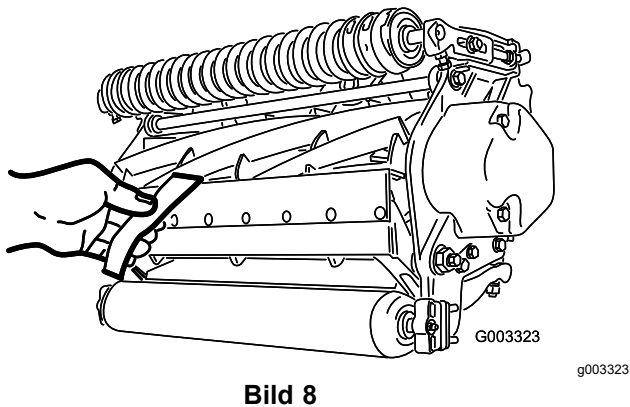

Bild 8
- B. Legen Sie einen langen Streifen des Schnittleistungspapiers (Toro-Bestellnummer 125-5610) senkrecht zur Spindel und dem Untermesser zwischen die Spindel und das Untermesser (Bild 8) und drehen die Spindel **langsam** nach vorn; dadurch sollte das Papier zerschnitten werden. Ist dies nicht der Fall, wiederholen Sie die Schritte A und B, bis es klappt.
13. Führen Sie einen langen Streifen des Schneidleistungspapiers (Toro Teilenummer 125-5610) senkrecht zum Untermesser (Bild 8) zwischen die Spindel und das Untermesser ein, drehen Sie die Spindel dann **langsam** nach vorne. Sie sollte das Papier zerschneiden. Drehen Sie sonst jede Einstellschraube des Untermessers um einen Klick nach rechts und wiederholen Sie diesen Schritt, bis das Papier zerschnitten wird.